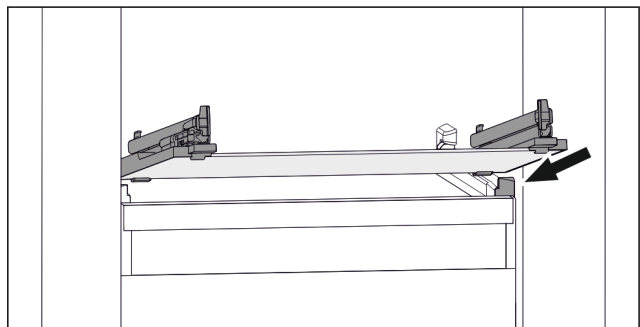

Fig. 64 Приблизне відображення скляної пластини
- ▶ Встановити скляну пластину за стопорами навкоси. (див. Fig. 64)